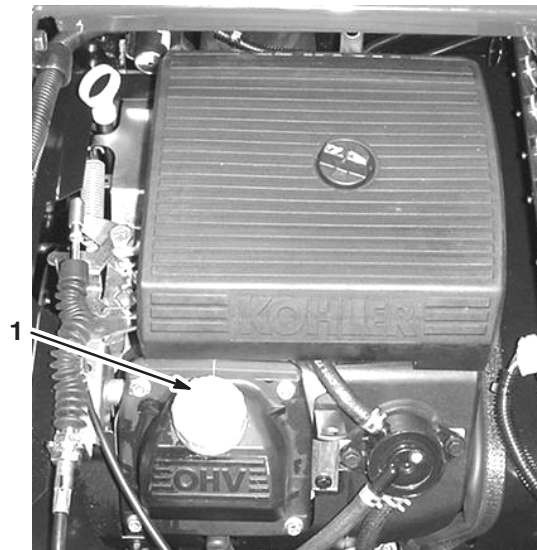

Figure 35
8. Versez lentement environ 80% de la quantité d'huile spécifiée dans le goulot de remplissage (Fig. 35).